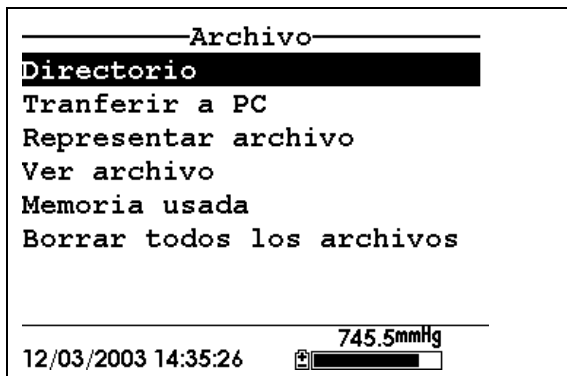

Imagen 8.2 Pantalla del Archivo
- 2. Use las flechas para seleccionar la opción de **Directorio**. Ver Imagen 8.2 .
1. Vaya a la pantalla del archivo según lo descrito en la Sección **Error! Reference source not found.** Ver Imagen 8.2 .
3. Use las flechas para seleccionar la opción **Transferir a PC**. Ver *Imagen 8.2*.
3. Use las flechas para seleccionar la opción **Descarga en su PC**. Ver *Imagen 8.2*.
2. Use las flechas para seleccionar la opción **memoria usada**. Ver *Imagen 8.2*.